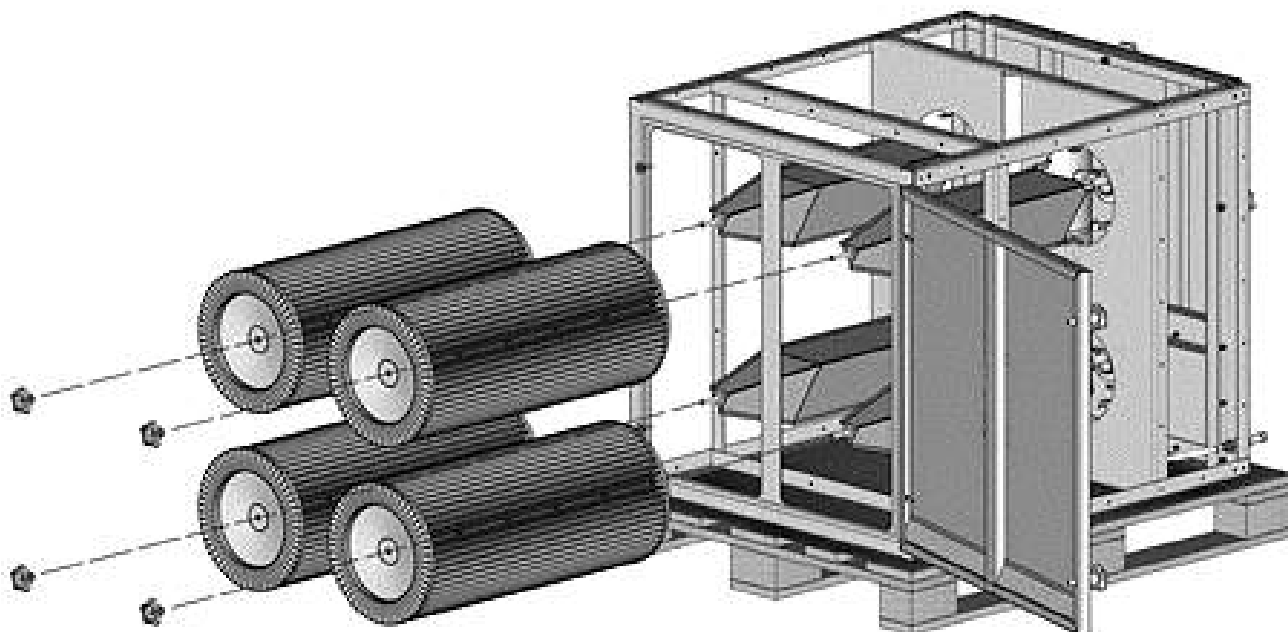

Рисунок 10
5.3.3 Подготовить модуль ВМ-4 к монтажу, для этого открыть дверь модуля, выкрутить гайки-ручки, крепящие картриджи в модуле, картриджи извлечь (рисунок 10).